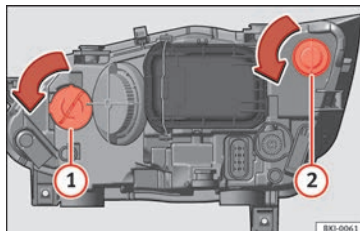

Fig. 116 En el vano motor: lámpara de luz intermitente ① y lámpara de luz DRL (luz de día) ②.
- Gire el portalámparas » **fig. 116** ① o ② hacia la izquierda y tire.